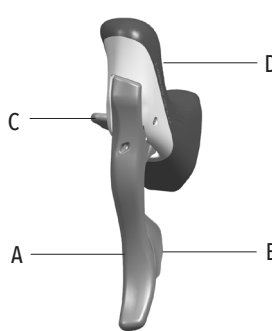

Fig.1
• L'actionnement du levier A (Fig. 1) fait fonctionner le frein : vérifier, en actionnant chaque poignée, à quelle roue correspond cet actionnement.